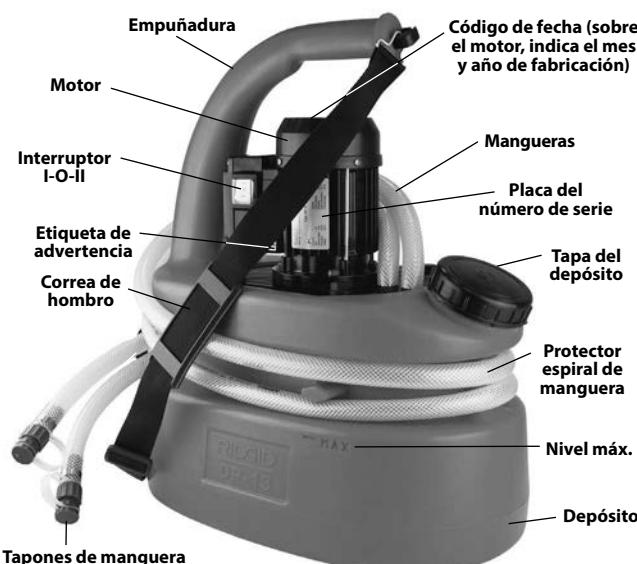

Ilustración 1: Bomba desincrustante RIDGID DP-13
- Presencia y legibilidad de la etiqueta de advertencia (véase la Ilustración 1).